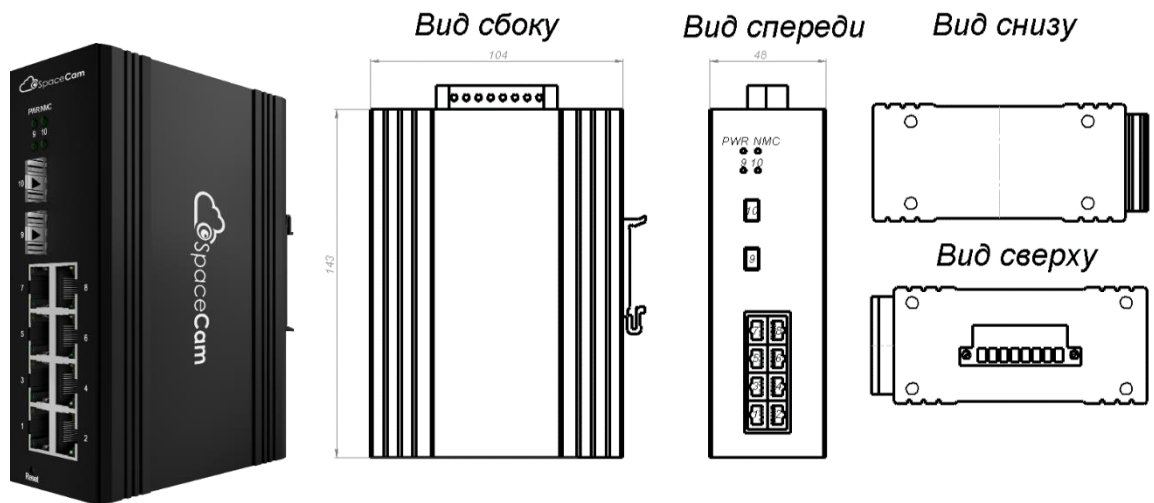

Рис. 3 – Габариты и внешний вид промышленного коммутатора
5. Посредством сетевых кабелей типа УТР подключите устройств с питанием по технологии PoE к портам Ethernet (Рис. 3). Используйте порт SFP для подключения к оптоволоконной линии.
9. Убедитесь в наличии питания на входе коммутатора - индикатор «Питание» (Рис. 3) должен светиться (режим «основной»);